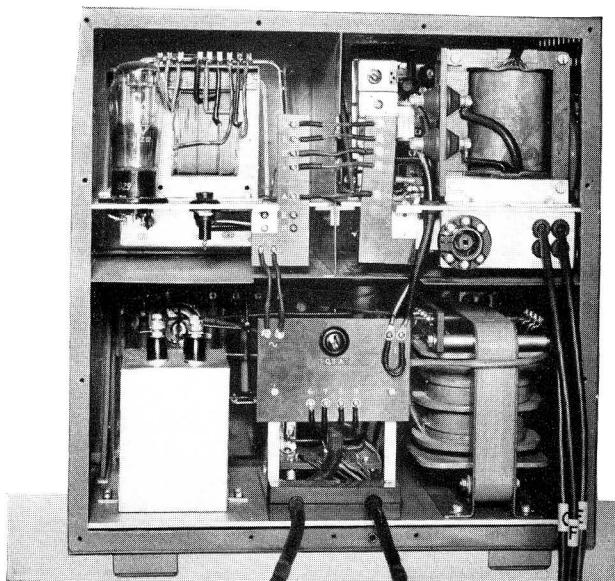

Abb. 11: Sichtpeilzusatzgerät (Innenaufbau)
33. Die elektrischen Ein- und Ausgänge (außer dem ZF-Eingang) sind als Festkabel hinten herausgeführt. Der ZF-Eingang wird mittels konzentrischen Kabelsteckers hinten eingeführt. Die Speisespannungen der einzelnen Geräte sind an Anschlußbrettchen geführt und werden mit leicht lösbarem Verbindungskabel zugeführt. Die Sicherungen in den beiden Netzgeräten sind nach Abnehmen der Hinterwand von hinten zugänglich (vgl. Abb. 11).